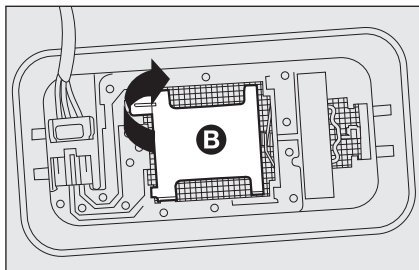

fig. 26
- ouvrir le couvercle **B-fig. 26** comme indiqué ;